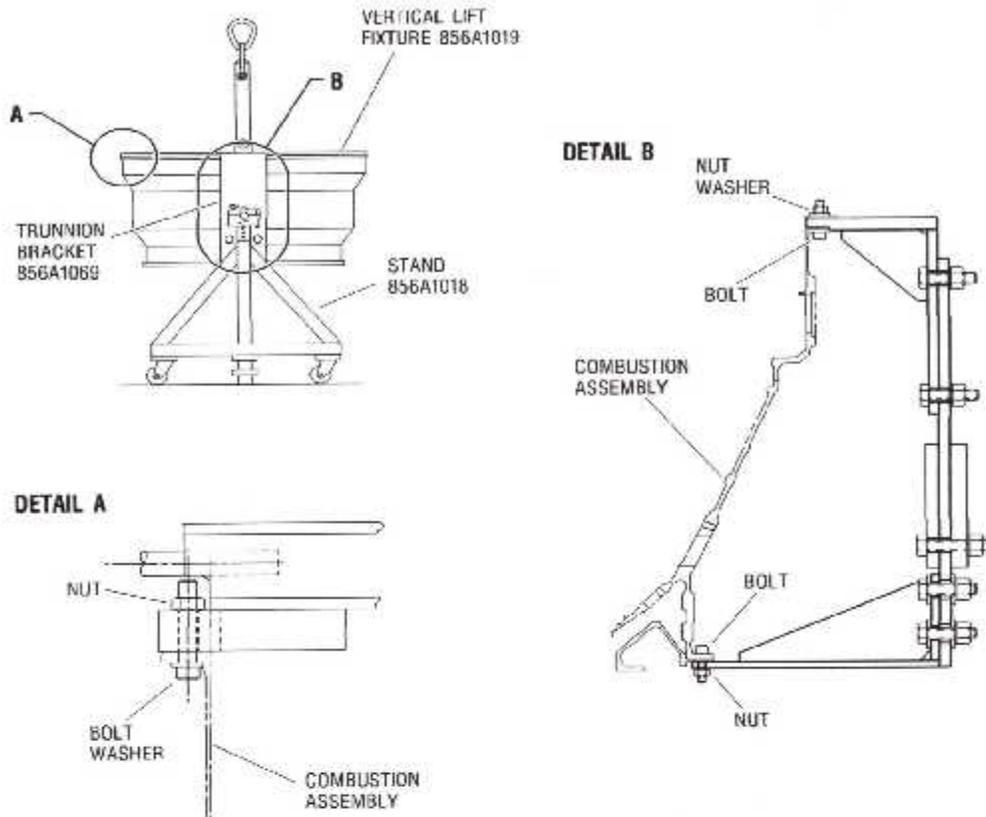

Fig. III. 78: Installation de l'Ensemble de Combustion sur le Support, 856A1018G04.
3. On met l'ensemble de combustion sur le Support 856A1018G04 et on le fixe au Trunnion Brackets, (fig. III. 78) comme suit: